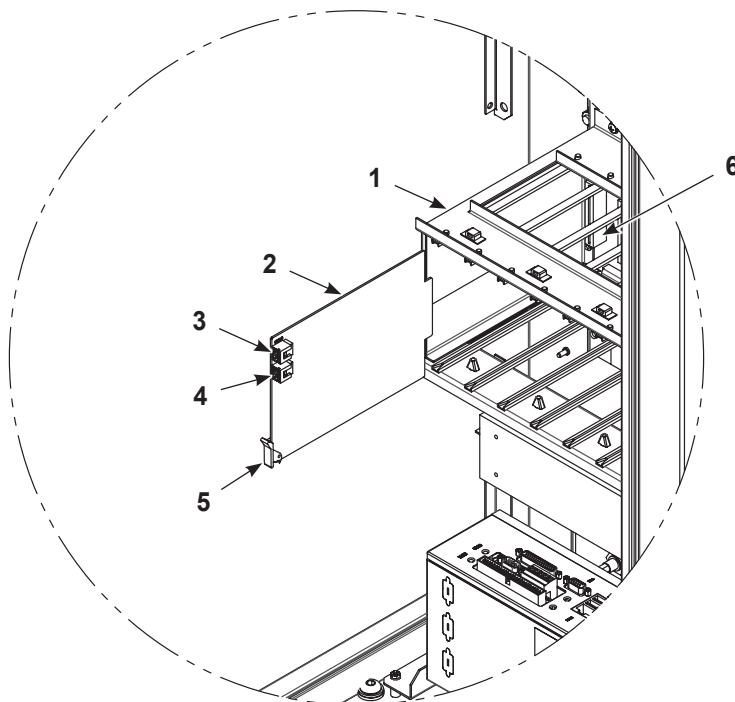

Abbildung 5-1 Ersetzen der Sprühapplikator-Steuerkarte
Siehe Abbildung 5-1. Die Sprühapplikator-Steuerungskarten (2) werden im Kartengehäuse von links nach rechts installiert. Jede Karte steuert zwei Sprühapplikatoren: die untere Buchse ist die ungerade Sprühapplikatornummer, die obere Buchse ist die gerade Sprühapplikatornummer.